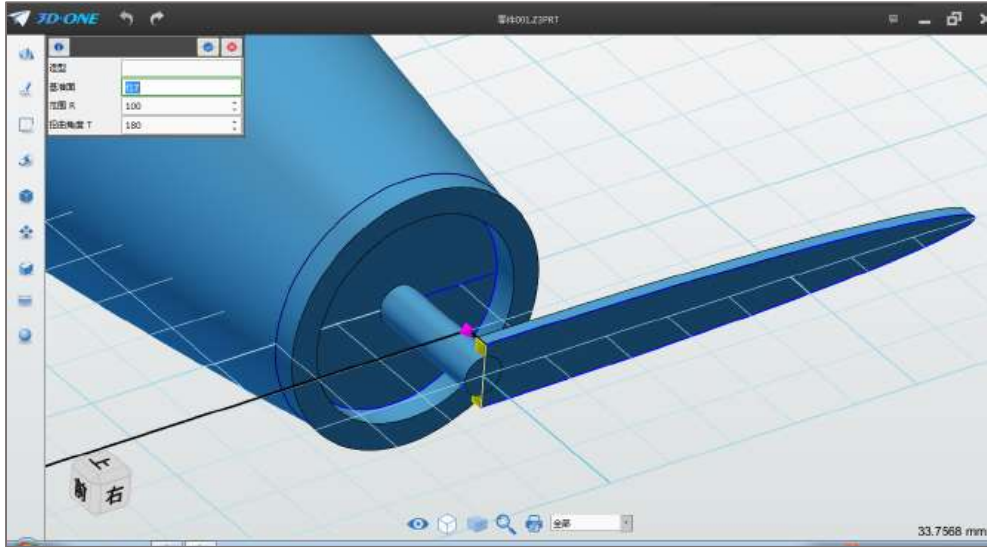

图 2-13
Step 13 基准面选择扇叶端面的平面，如下图 2-13 所示：